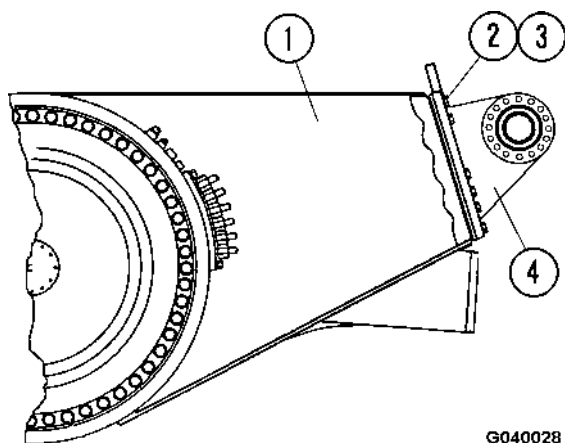

FIGURA 4-2 ACCESORIO DE OJAL DE PIVOTE
1. Conecte un dispositivo de elevación al ojal del pivote (4, figura 4-2). El peso del ojal de pivote es 346 kg (762 lb).
2. Retire los pernos (2) y arandelas planas (3). Saque el ojal de pivote de la carcasa del eje (1).